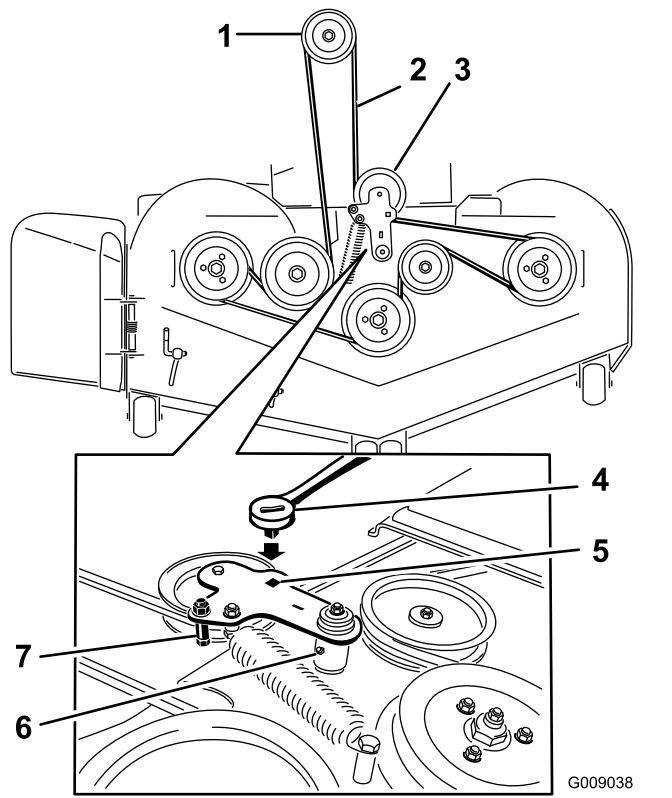

Figure 114
5. Soulevez le bac de plancher et insérez un rochet dans le trou carré de la poulie de tension du tablier (Figure 114).
6. Tournez la poulie de tension dans le sens horaire et déposez la courroie du tablier (Figure 114).